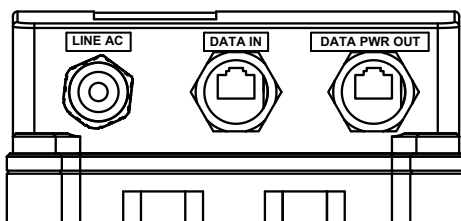

Abb. 2
2. Das Ethernet-Kabel in DATA IN (Dateneingang) stecken. Siehe Abb. 2.